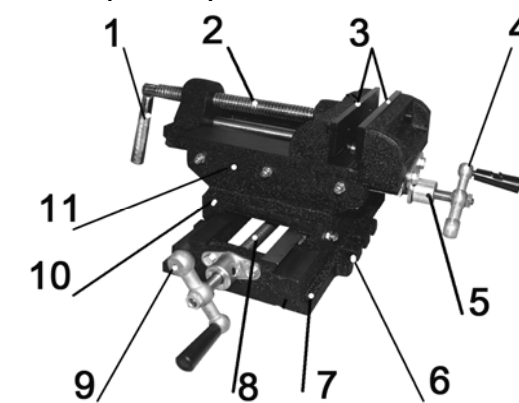

Рис. 2
4.5. При закреплении заготовки в тисках запрещается использовать удлинители рукоятки (1) ходового винта (2), Рис. 2.
## 5. УСТРОЙСТВО ТИСКОВ (Рис. 2)
7.3. Периодически смазывайте все сопрягаемые поверхности и резьбу винтов (2), (5) и (8), Рис. 2.